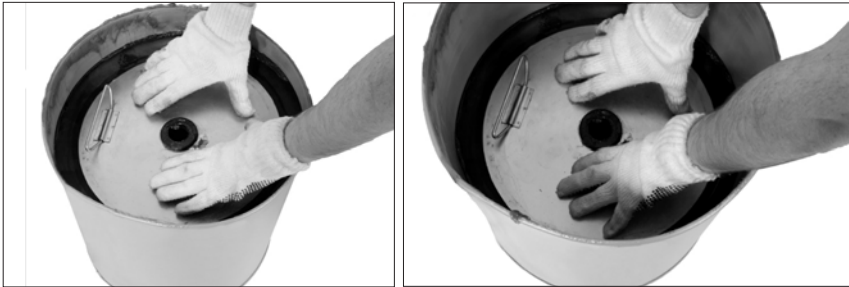

Fig. 1 – Placa compactadora
- Empuje la placa compactadora para abajo hasta que un poco de grasa salga a través del orificio central de la misma (Fig. 1);